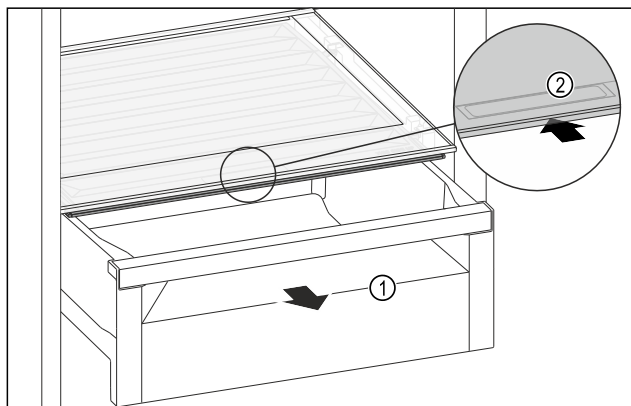

Fig. 140
- Zásuvku Fig. 140 (1) vytáhněte.
- Uchopte prohlubeň pro rukojeť Fig. 140 (2) na víku zásuvky a současně zasuňte víko zásuvky směrem dozadu.